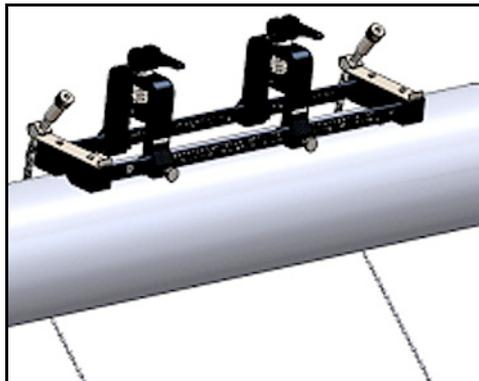

Figure 11 : Fixation placée au-dessus du tuyau
4. Placez la fixation à pinces au-dessus du tuyau pour pouvoir la maintenir en place sans effort pendant l'installation (voir la *Figure 11* ci-dessous).